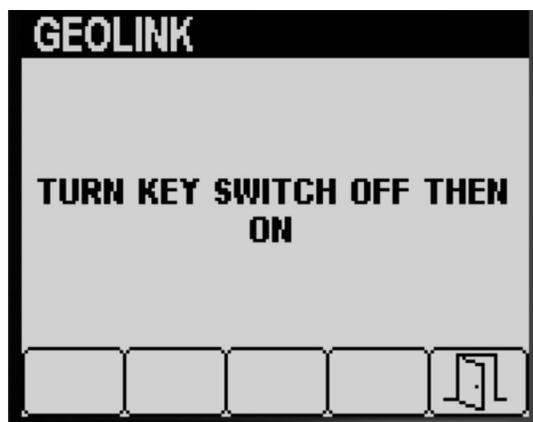

图 38
5. 按 5 号按钮可保存设置退出 GEOLINK 屏幕然后返回至 SETTINGS 设置屏幕图 38。